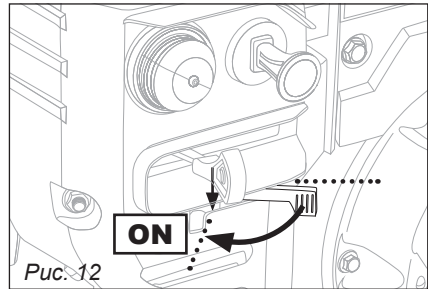

Рис. 12
3. Поверните ручку управления воздушной заслонкой в положение «ON» (холодный старт двигателя), рис. 12.